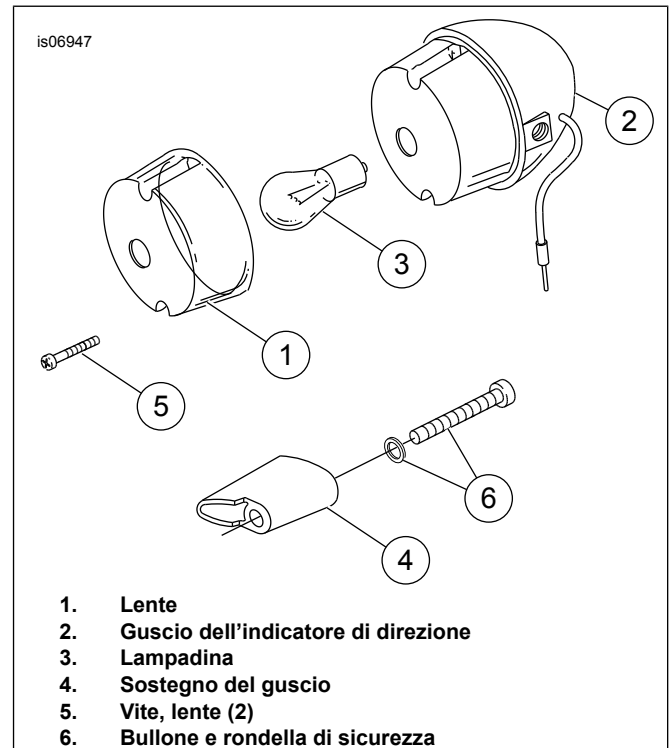

Figura 1. Rimozione dello stelo dell'indicatore di direzione, di serie
1. Vedere Figura 1. Rimuovere la lente (1) dal guscio dell'indicatore di direzione posteriore (2). Rimuovere la lampadina (3) dall'attacco del guscio dell'indicatore di direzione.